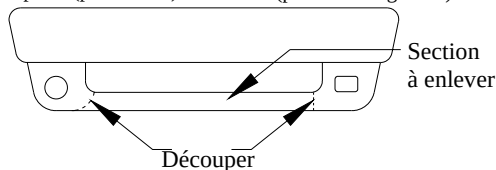

FIGURE 1
① Qté (2) Boulon hexagonal, 1/2-13 x 1-3/4 po
② Qté (2) Rondelle conique, 1/2 po
③ Qté (2) Écrou de levier, 1/2 po
④ Qté (4) Boulon hexagonal, M10 x 1.50 x 45
****REMARQUE : Tous les véhicules Mazda ainsi que les modèles Ford Rangers 1993 à 1997 dotés de phares antibrouillard nécessiteront un découpage important du carénage. Voir la figure 1. CONSULTER LE PROPRIÉTAIRE DU VÉHICULE .**